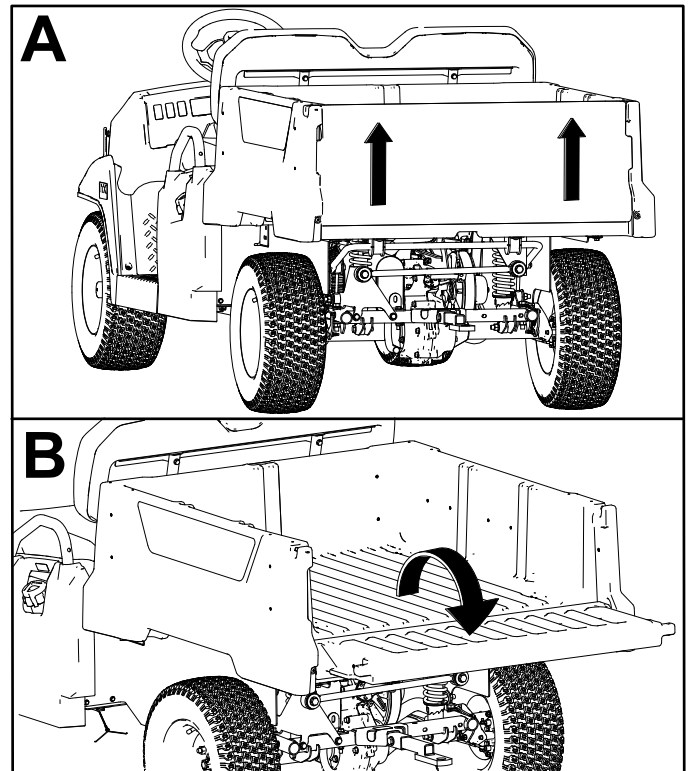

Figura 19
2. Usando ambas manos, levante el portón trasero usando el resalte situado cerca de la parte superior del portón (Figura 19).
3. Baje el portón hasta que quede enrasado con la parte inferior de la plataforma de carga (Figura 19).